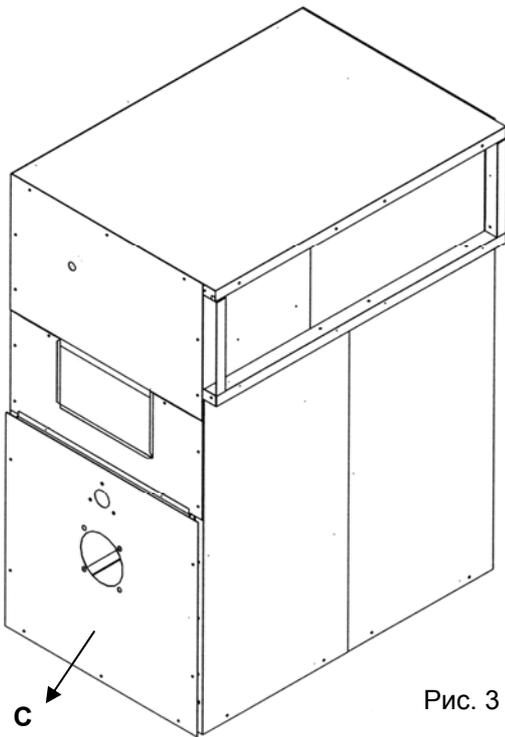

Рис. 3
2. Собрать соответствующие панели, составляющие верхнюю часть (С) (Рис.3 для ИНР 100, Рис.4 для ИНР 200) с соответствующей частью, собранной в п.1